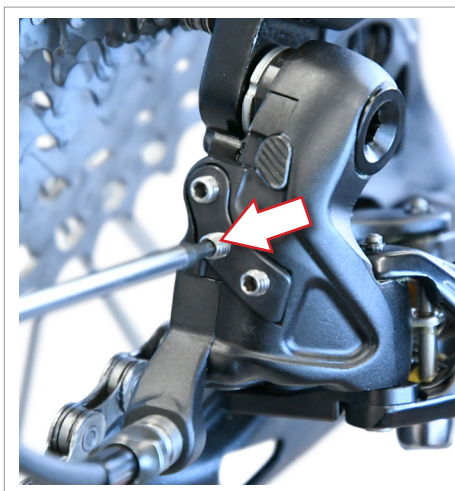
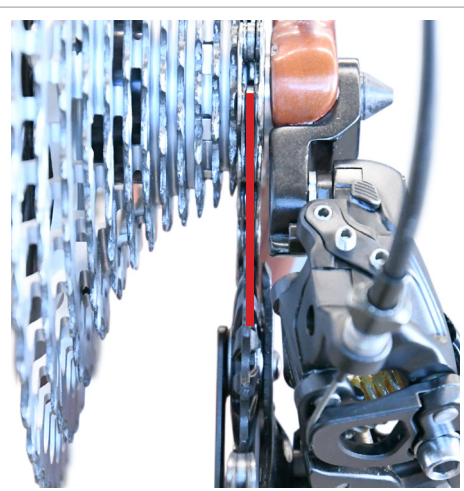

Fig.9
Fig.10
- Girate la vite (Fig. 9) fino ad ottenere un perfetto allineamento della mezzeria della rotellina superiore con il primo pignone (Fig. 10).